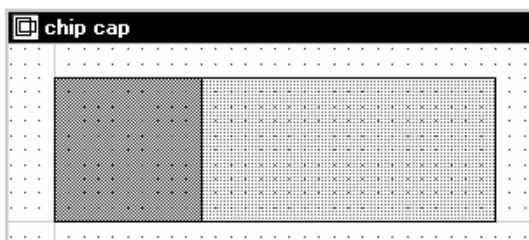

Рис. 5.16
17. Введите значения **20** и **-10** в поля **dx** и **dy** соответственно и нажмите **ОК**. Полученный рисунок показан на рис. 5.16.